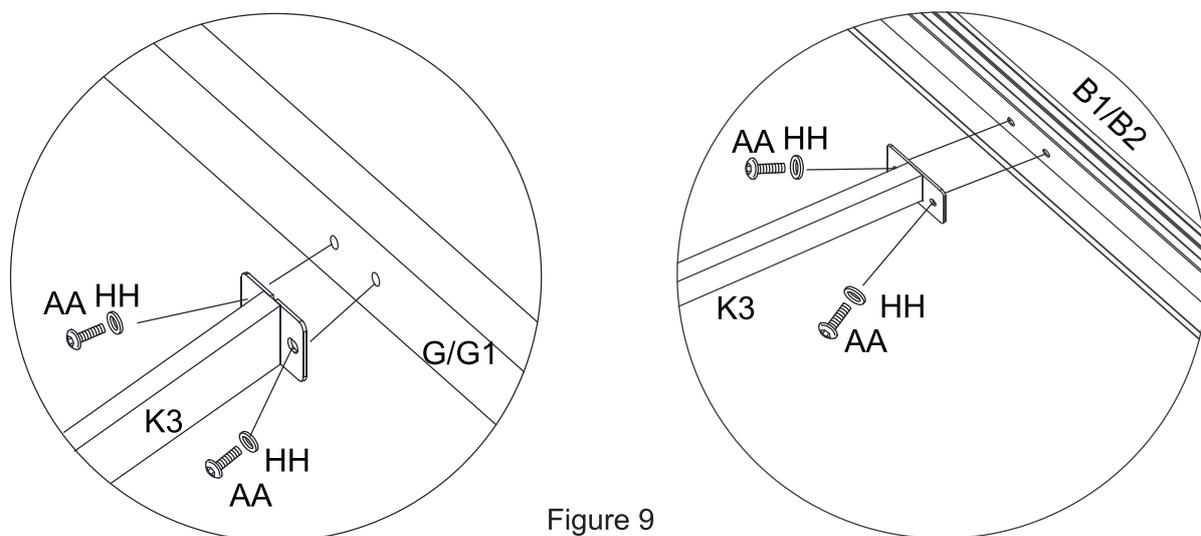

Figure 9
Figure 9. Connectez une extrémité de la poutre inclinée bilatérale (K3) à la barre de support central (G/G1). Connectez l'autre extrémité aux longues traverses (B1/B2). Fixez-les avec les boulons (AA) et les rondelles (HH).